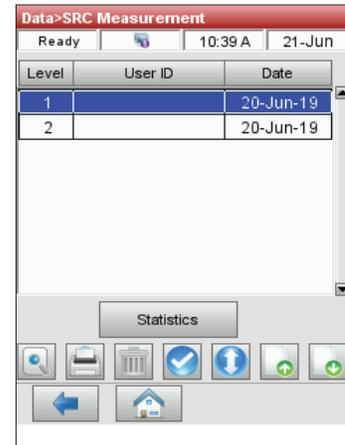

Figura 8. Misurazione SRC
3. Nello schermo Dati>Misurazione SRC (Figura 8), selezionare l'esecuzione (situata sulla sinistra) che si desidera rivedere.
4. Toccare il pulsante applicabile sulla destra (Figura 8):